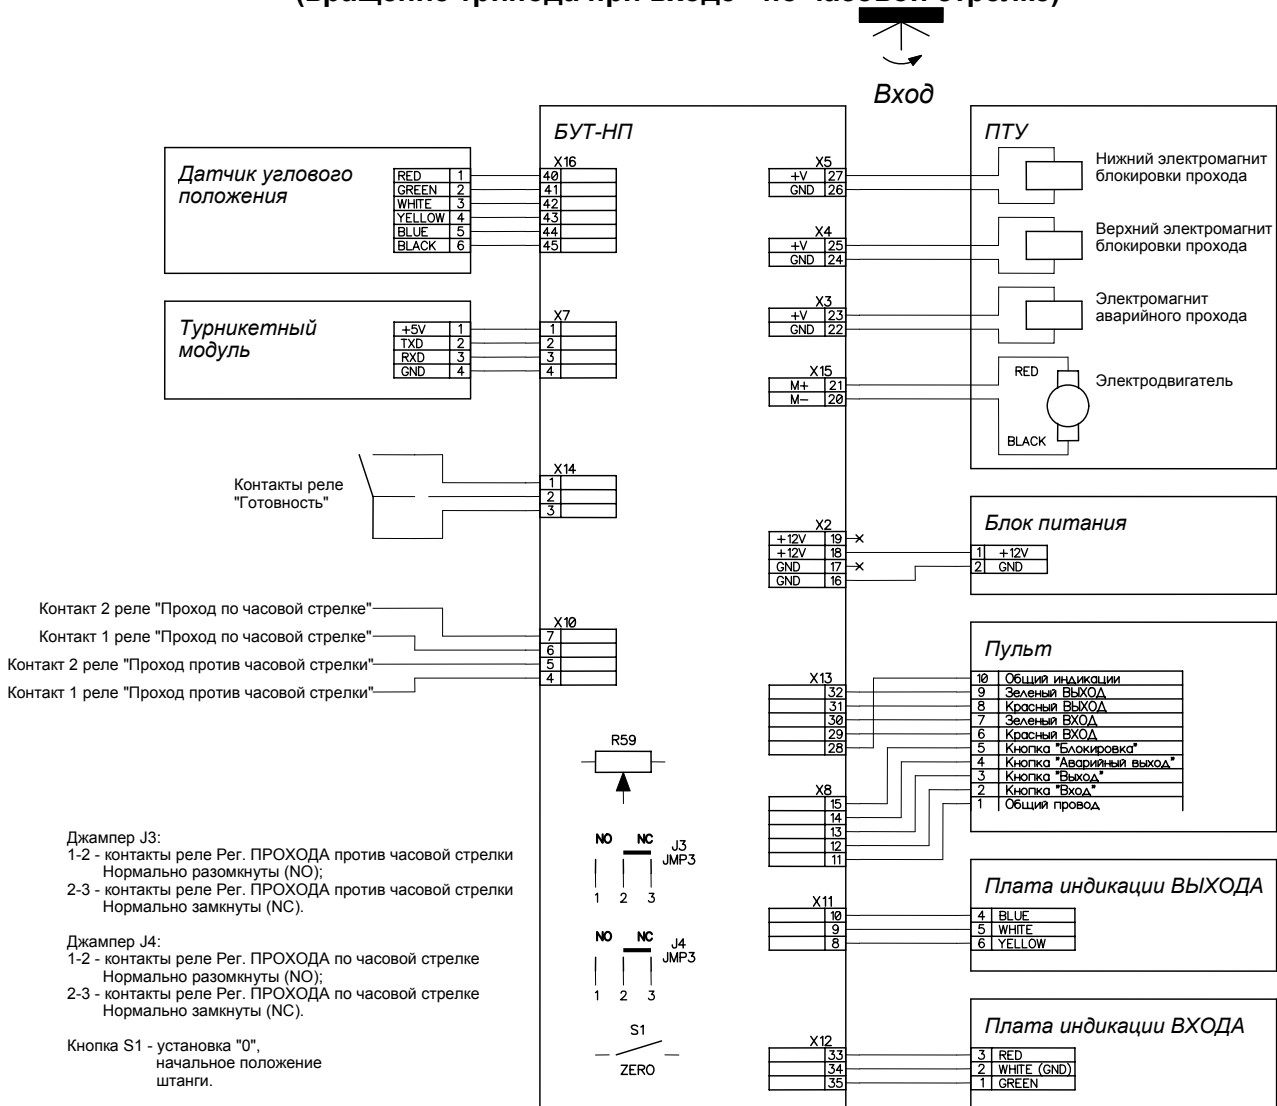

Рис. 4
5.3 Блок управления турникетом (БУТ-НП) представляет собой плату, установленную на монтажных стойках непосредственно в корпусе турникета. При необходимости БУТ-НП может быть помещен в защитный пластмассовый корпус. Подключение индикаторов прохода, пульта управления и источника питания к блоку управления производится с помощью кабелей в соответствии со схемой подключения (Рис.4,5).
7) Подключить кабели питания и ПДУ к БУТ-НП в соответствии с Рис.4, 5, заземлить корпус турникета.